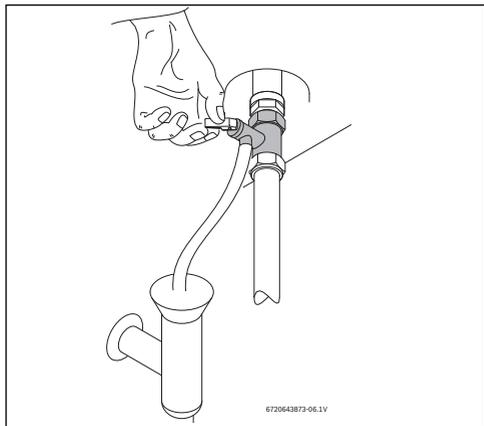

Fig. 14 Ouverture manuelle de la soupape de sécurité
- ▶ Ouvrir la soupape de sécurité (fig. 14).
- ▶ Ouvrir la soupape de sécurité au moins une fois par mois (→ fig. 14).